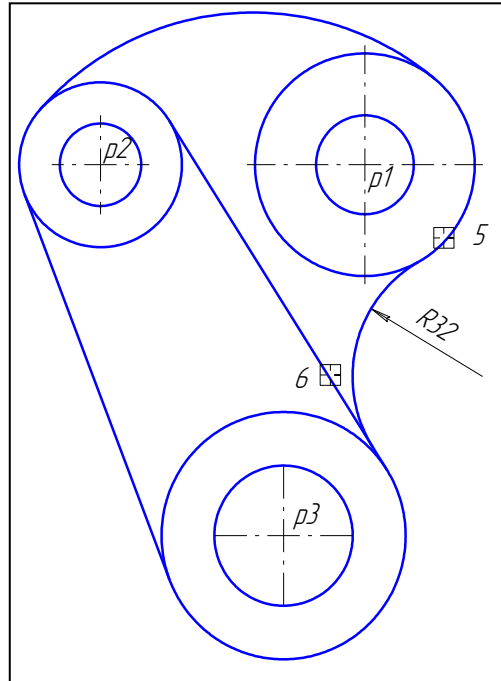

Рис. 71
18. Постройте плавное сопряжение окружности $o1$ и правого отрезка дугой радиусом 32 мм. Включите кнопку **Скругление** на странице Геометрия. В поле **Радиус скругления** в Строке параметров введите значение 32 мм и отключите усечение второго объекта, нажав соответствующую кнопку в Строке параметров. После этого укажите мишенью на окружность $o1$ (мишень 5) и отрезке (мишень 6). Результат выполнения операции показан на рис. 71.